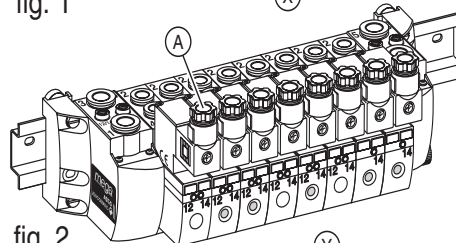

fig. 2
- **conectores IP65** (fig. 2) versão clássica com vedante para cabo Ø6mm máximo ou com saída por cabo, com ou sem visualização e protecção eléctrica integradas.